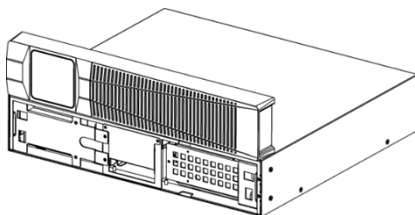

Fig. 3 Retirer le panneau avant
3. Retirez le panneau avant du bloc-piles comme indiqué dans la figure 3.